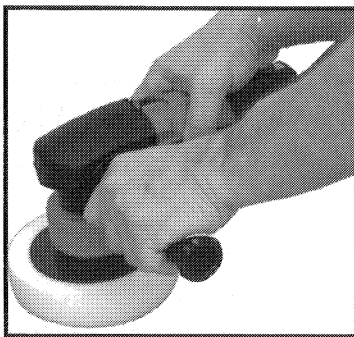

Fig. 3
3. Agarre firmemente la pulidora con las dos manos, situando una mano en el mango auxiliar y la otra en la caja del motor (ver la Fig. 3).